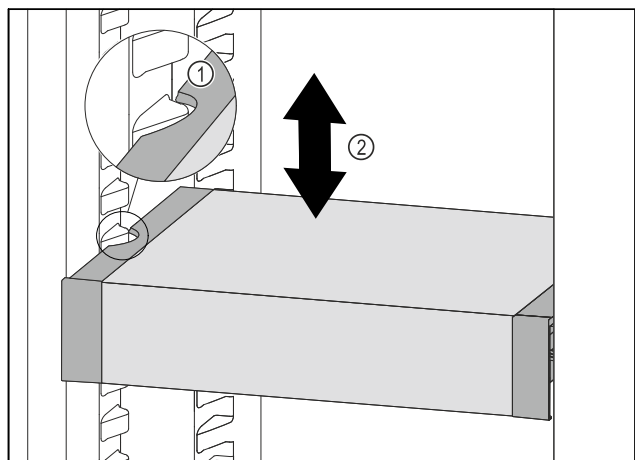

Fig. 77
- ▶ Тяните VarioSafe вперед, пока боковые выемки VarioSafe не окажутся на высоте выступа резервуара в холодильном отделении. Fig. 77 (1)
- ▶ Двигайте VarioSafe в холодильном отделении вверх или вниз, пока не будет достигнута требуемая высота. *Fig. 77 (2)*